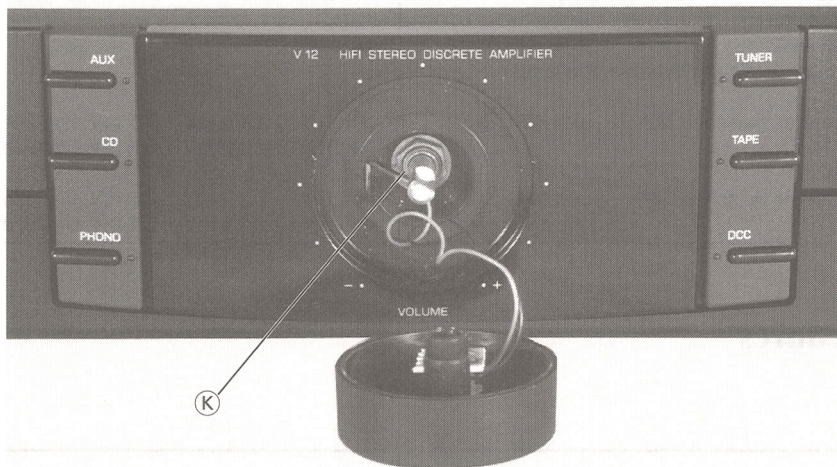

Fig. 4
5. Ausbau der Potiplatte (Fig. 4)
- Die Mutter (K) losschrauben.
5. Disassembling of the Potentiometer Board (Fig. 4)
- Unscrew the nut (K).